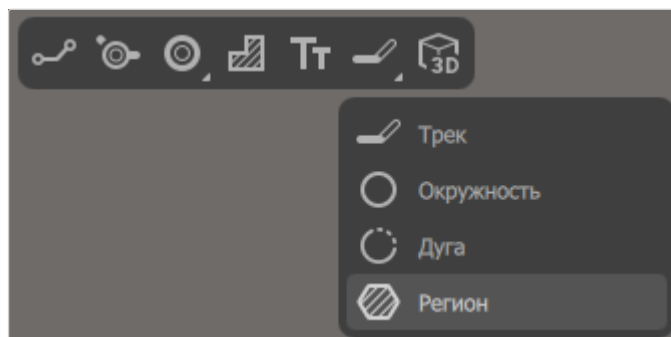

Рисунок 129. Инструмент «Регион» на панели инструментов
- Щелкнуть правой кнопкой мыши по значку  на панели инструментов редактора схем и в раскрывшемся списке выбрать инструмент «Регион» (см. рисунок 129).